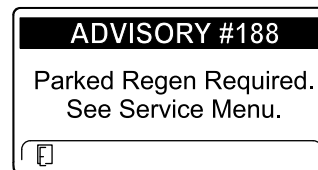

Figure 53
- ADVISORY #188 (avis n° 188), demande de régénération en stationnement (Figure 53)